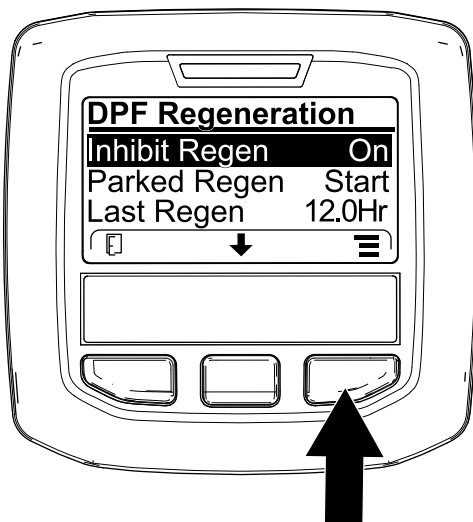
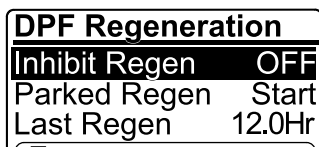

Figura 40
Figura 41
1. Aceda ao menu Regeneração do DPF, prima o botão central para ir até à opção INIBIR REGENERAÇÃO e prima o botão direito para selecionar a entrada Inibir regeneração (Figura 40).
2. Prima o botão direito para alterar a definição da Inibição da regeneração de Ligar para Desligar (Figura 40) ou de Desligar para Ligar (Figura 41).